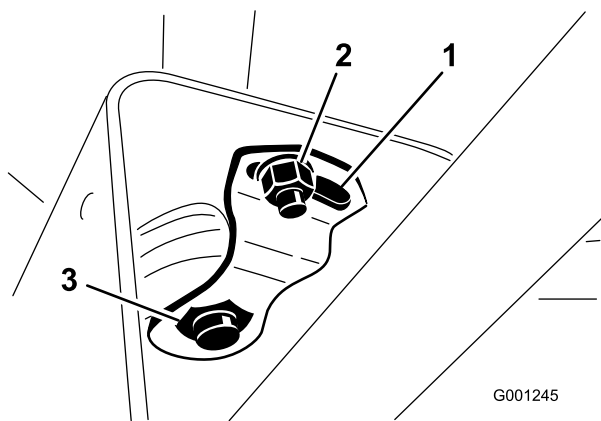

Figure 33
2. Faites coulisser le couvercle en haut de l'arbre de direction pour exposer le support de pivot (Figure 33).
3. Desserrez le petit écrou et tournez le support de pivot jusqu'à ce qu'il serre le gros écrou situé dessous (Figure 33).